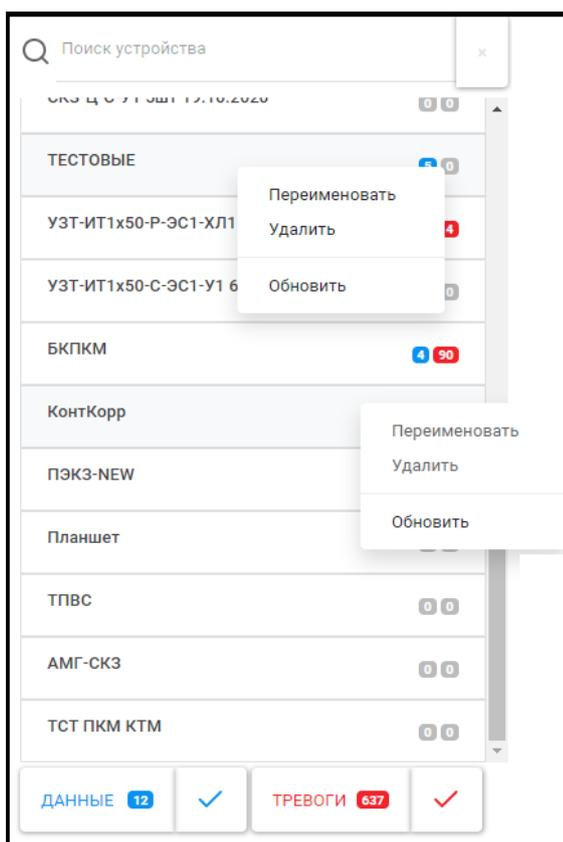

Рисунок 8 – Меню действий с группой
3.5.3.4 Одинарное нажатие правой кнопкой мыши по группе разворачивает меню с функциями переименования группы, удаления группы или обновления данных в группе. Функции переименования и удаления активны только применительно к группам, созданным пользователем, в то время как для остальных групп данные функции будут выделены серым (рисунок 8).